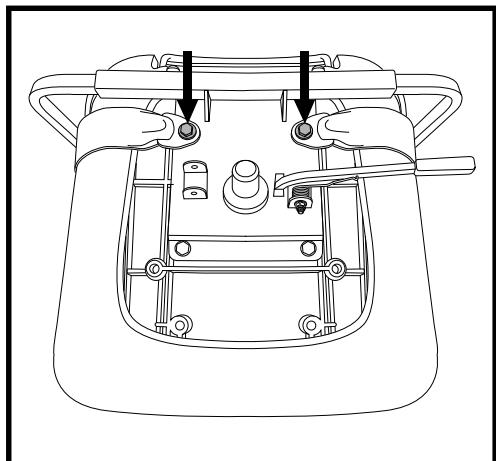

Figure 15. Boulons du ceinture de positionnement
Le levier de rotation est situé sur le côté droit de la base du siège et le bloque dans plusieurs positions. **Voir la figure 15.**
Votre véhicule peut être équipé d'une ceinture de positionnement de type automobile réglable pour votre confort. **Voir la figure 15.** La ceinture de positionnement est conçue pour supporter et empêcher le conducteur de glisser ou d'avancer sur le siège. La ceinture de positionnement n'est pas une ceinture de sécurité.
2. Placez le siège à l'envers pour faire face à sa base. **Voir la figure 15.**